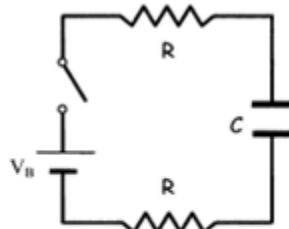

Figura 1
1. Arme el circuito que aparece en la Figura 1 usando dos resistencias y un capacitor.